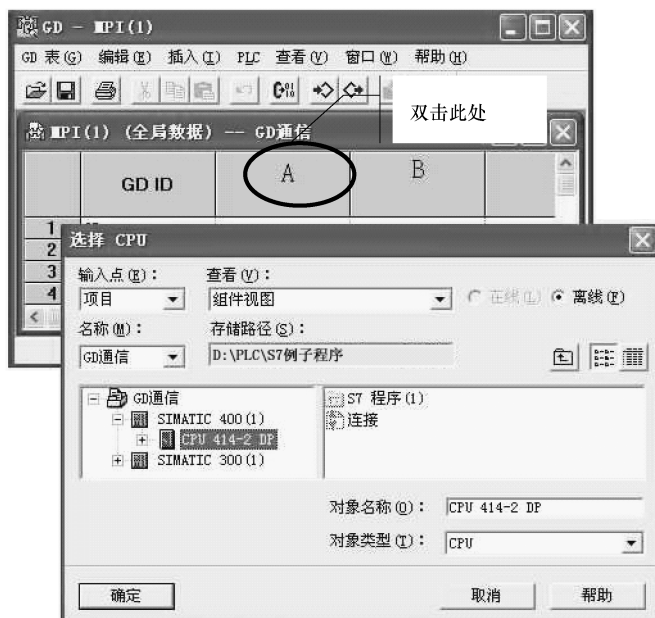

图 7-9 在“GD-MPI (1)”表格插入 CPU
6) 在“GD-MPI（1）”表格界面，双击图 7-9 所示的“A”处，在弹出选择 CPU 的界面里选择“CPU 414-2DP”，然后单击“确定”。
利用同样方法在图 7-9 的“B”处插入“CPU 315-2DP”。